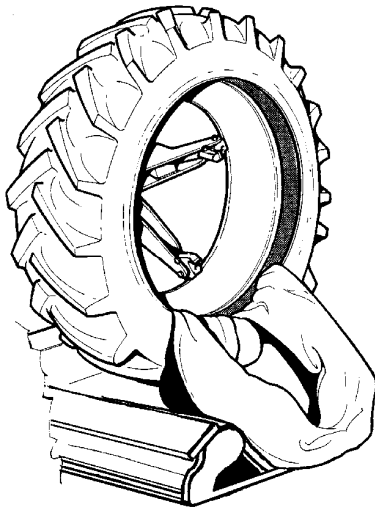

Abb.48
9. Den Werkzeugträger in Ruhestellung hochziehen. Den Werkzeugschlitten nach außen verfahren: auf diese Weise wird das Herausziehen des Luftschlauches erleichtert (Abb.48).